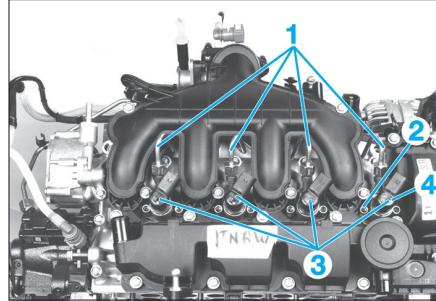

Fig. 35
- les canalisations haute pression (1) (**Fig.35**),